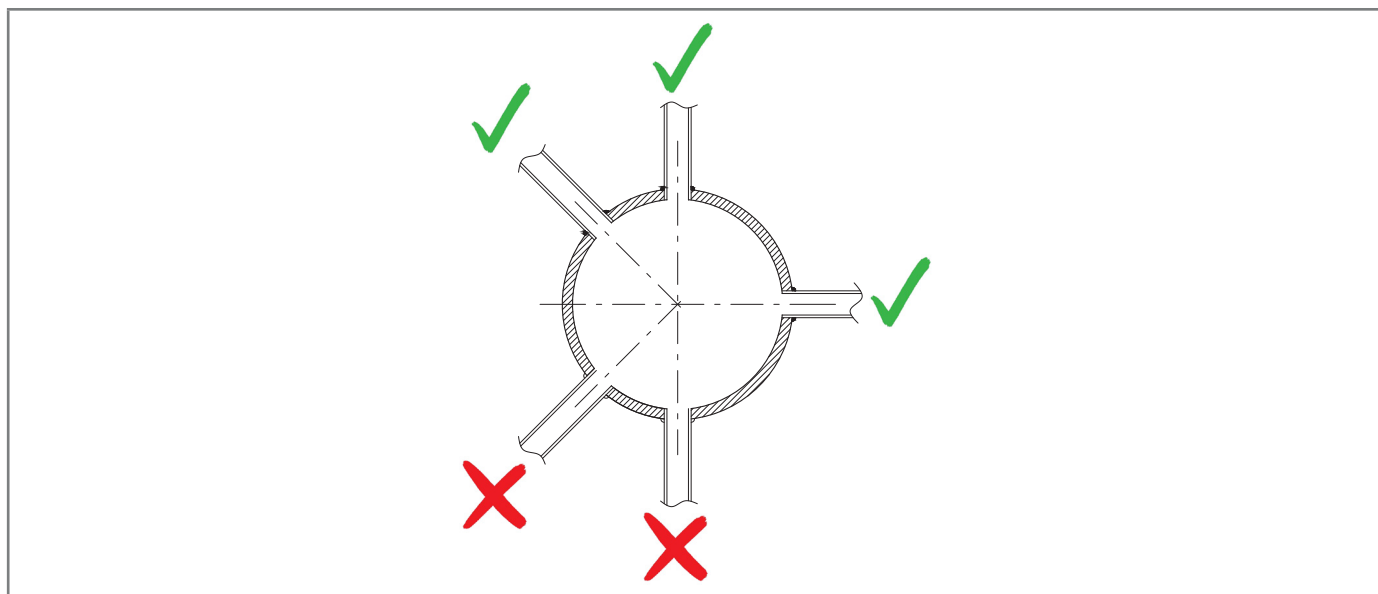

Abb. 6.30. Geschweißte Rohrverbindungen
- die Anschlüsse der pneumatischen Verbindung immer oben oder auf der horizontalen Anschlussachse verschweißt sind (siehe Abb. 6.30)